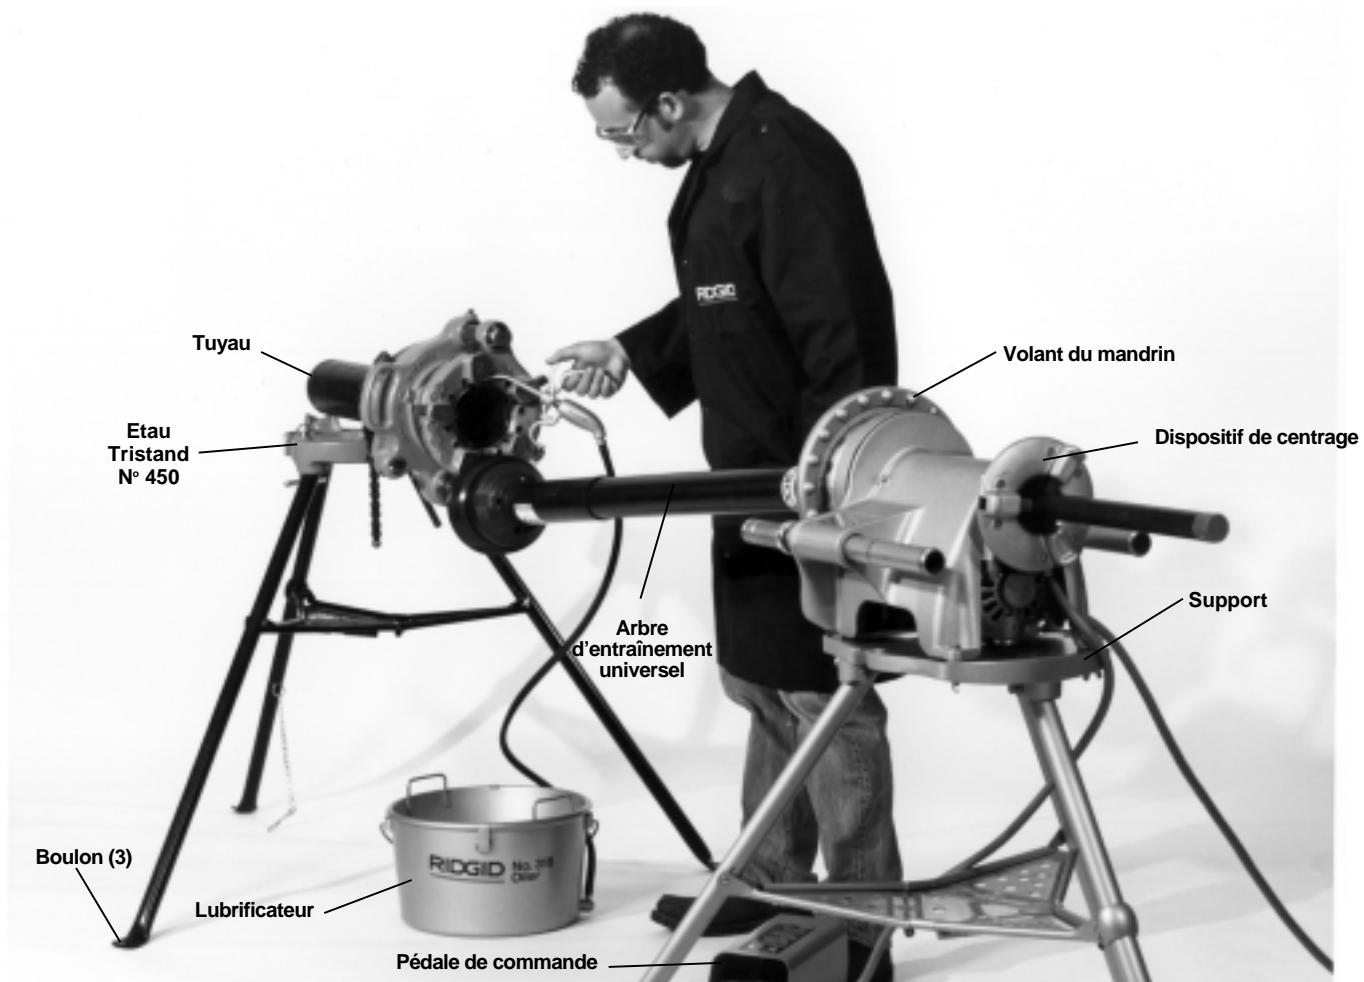

Figure 19 – Filetage à l'aide des filières à réduction N° 141 et N° 161 avec arbre d'entraînement universel N° 840A
3. Desserrez les deux vis de calage (*Figure 19*) et retirez l'arbre d'entraînement universel de la filière.